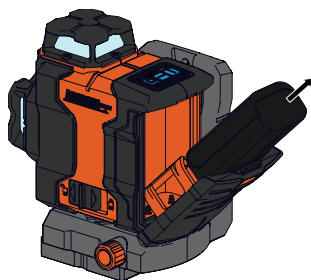

Figura 5
1. Si se inserta una batería de iones de litio en la unidad, abra el compartimiento de la batería. (Figura 3 - Figura 5)
(Figura 5)